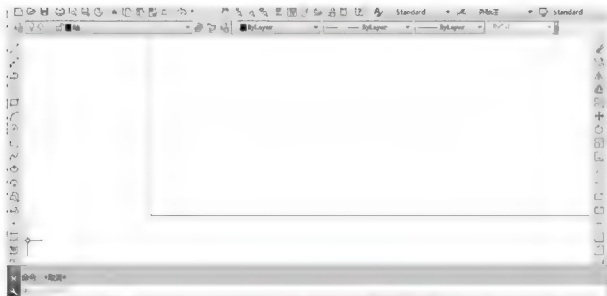

图 4.2 执行【范围缩放】命令前的视图
(1) 设置【墙】图层为当前层。
(2) 启动【矩形】命令(快捷键 REC)。
① 在指定第一个角点或[倒角(J)/标高(E)/圆角(F)/厚度(T)/宽度(W)]:提示下,在屏幕的左下角单击任意一点作为矩形的第一个角点。
② 在指定另一个角点或[面积(A)/尺寸(D)/旋转(R)]:提示下,输入“@12810,11700”后按 Enter 键结束命令。“12810”是外墙皮到外墙皮的尺寸,“11700”是室外地坪到檐口的距离。
(3) 由于新建图形视图距离比较近,所以只能看到图形的局部,如图 4.2 所示。双击鼠标滚轮执行【范围缩放】命令将其推远。